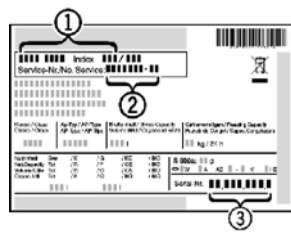

Fig. 14
- Aflæsapparatets betegnelse Fig. 14 (1), service-nr. Fig. 14 (2) og serie-nr. Fig. 14 (3) fra typeskiltet. Typeskiltet er anbragt på apparatets venstre inderside.
- Underret vores kundeservice og meddel fejlen, apparatets betegnelse Fig. 14 (1), service-nr. Fig. 14 (2) og serie-nr. Fig. 14 (3).